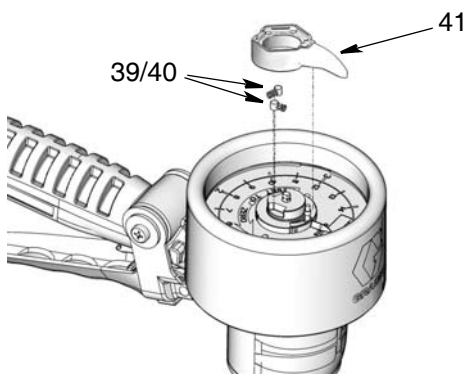

FIG. 15
3. Déposez le pointeur du pointeau (41), les ressorts (39) et les goupilles (40) (FIG. 15).